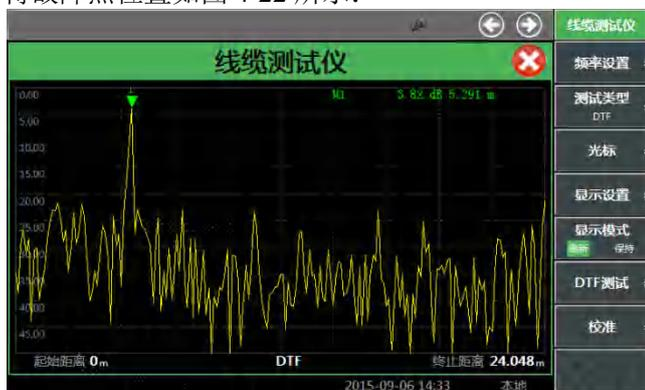

图 4-22 DTF 测试曲线图
- 设置光标：点击右侧菜单[光标]软键，进入下一级菜单打开光标功能，便可查看该电缆在特定位置上的驻波比或者回波损耗情况。通过[开关]设置，可最多打开 3 个光标；对于光标的定位，既可以选中[定位]软键，拖动光标到理想的位置，也可以直接选中[峰值]、[左邻峰值]或者[右邻峰值]实现快速定位；[模式]软键可选择普通模式或者差值模式。在 DTF 测量时，一般将光标定位至峰值（即故障点），从而读出故障点所在位置，即故障点距测试仪测量端口距离。测得故障点位置如图 4-22 所示：